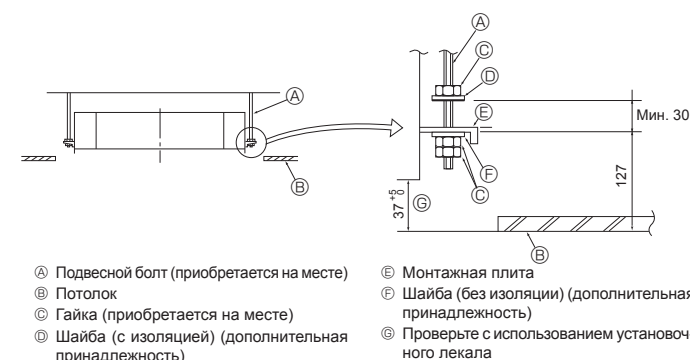

Fig. 4-5
4.5. Процедура подвешивания блока (Fig. 4-5)